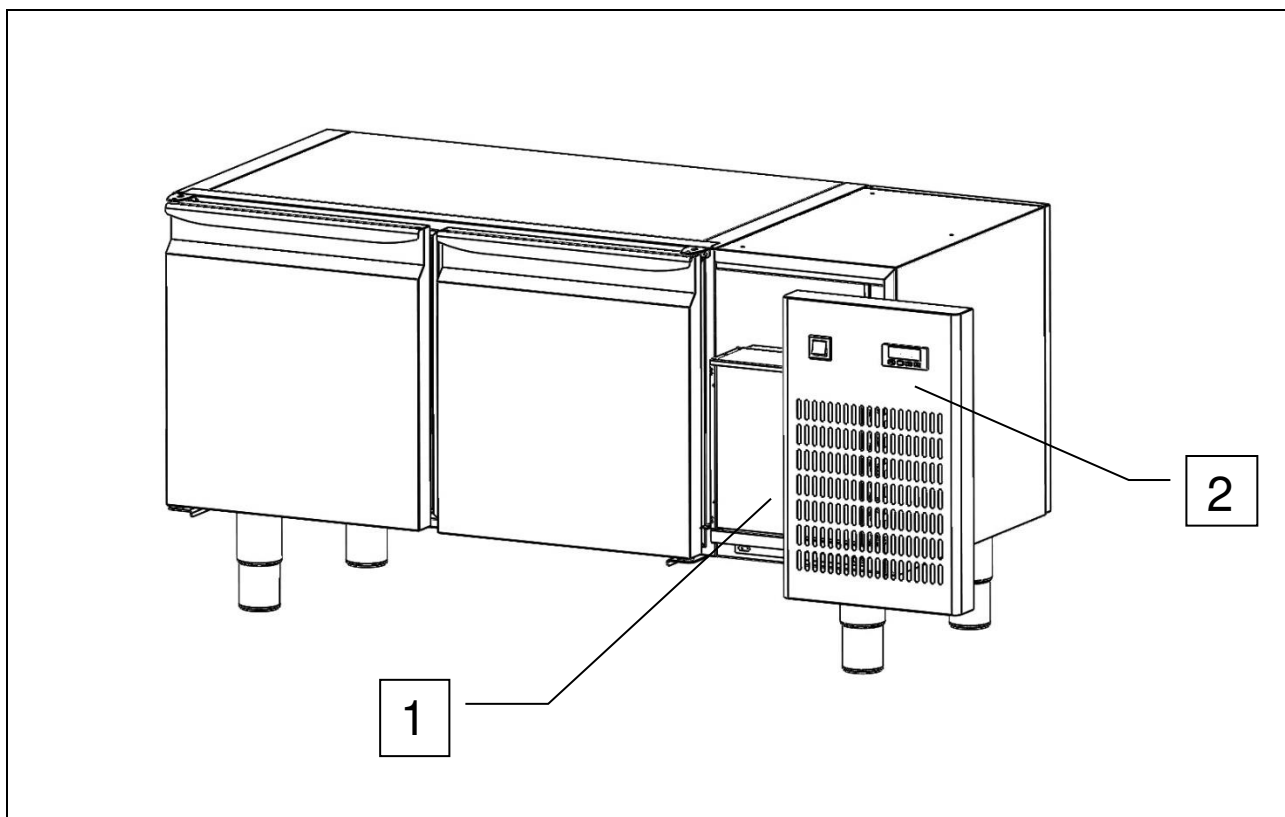

Abb. 3
- Kühlanlage (Bez. 1, Abb. 3);
- Bedienfeld (Bez. 2, Abb. 3)